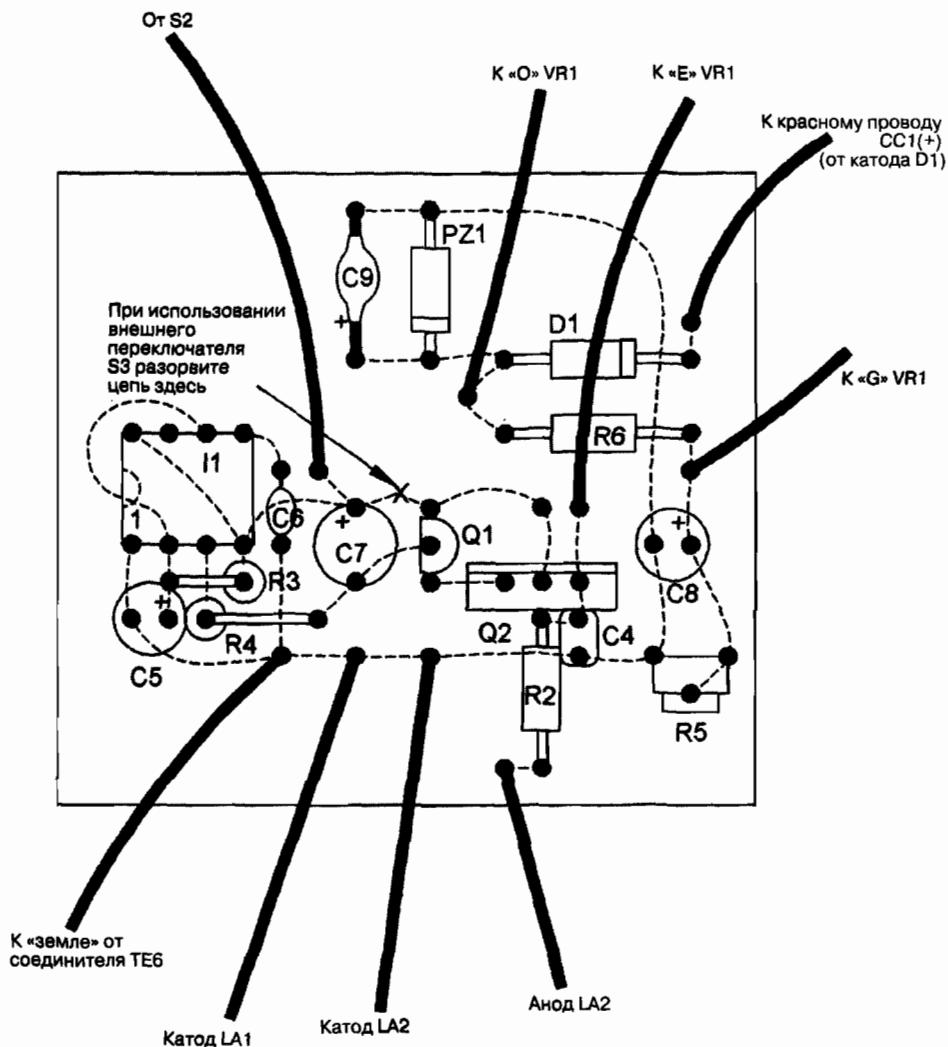
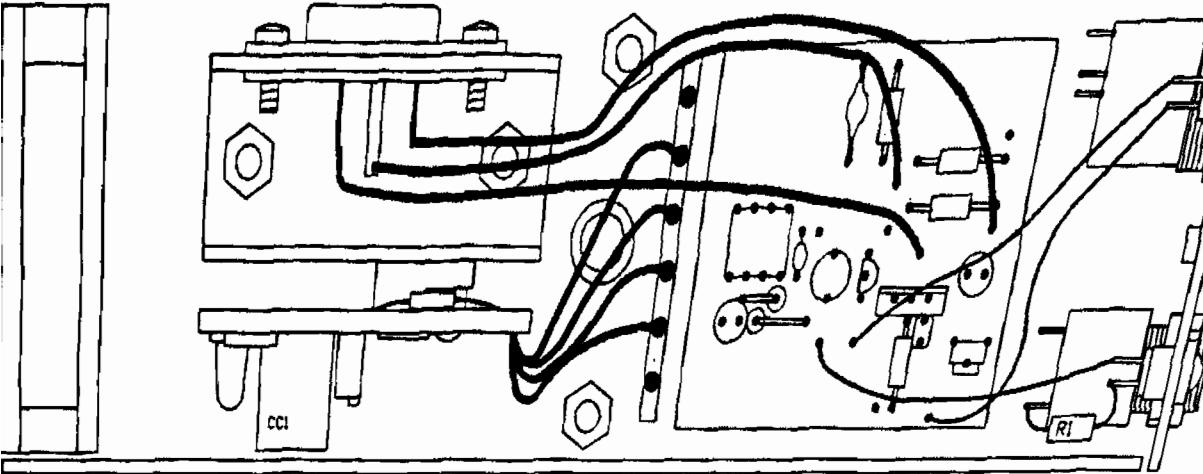

Рис. 9.3. Увеличенное изображение сборочной платы
Рис. 9.6. Первый этап соединений диодного лазера
Все этапы сборки показаны на рис. 9.3–9.10, рекомендуется следовать им как можно точнее. Предполагается, что вы подготовите необходимые детали, затем примерите их и изготовьте шасси по мере выполнения работ. Этапы сборки следующие:
1. Вставьте компоненты в отверстия печатной платы (рис. 9.3), используя их выводы в качестве точек соединения, показанных пунктирной линией. Постарайтесь следовать чертежу и использовать именно нужные отверстия для соединения по схеме. Обращайте внимание на полярность элементов там, где она показана, избегайте соединений с возможностью коротких замыканий, холодной пайки, мостов при пайке и замыканий проводов. Разные стадии соединений показаны на рис. 9.6–9.8.